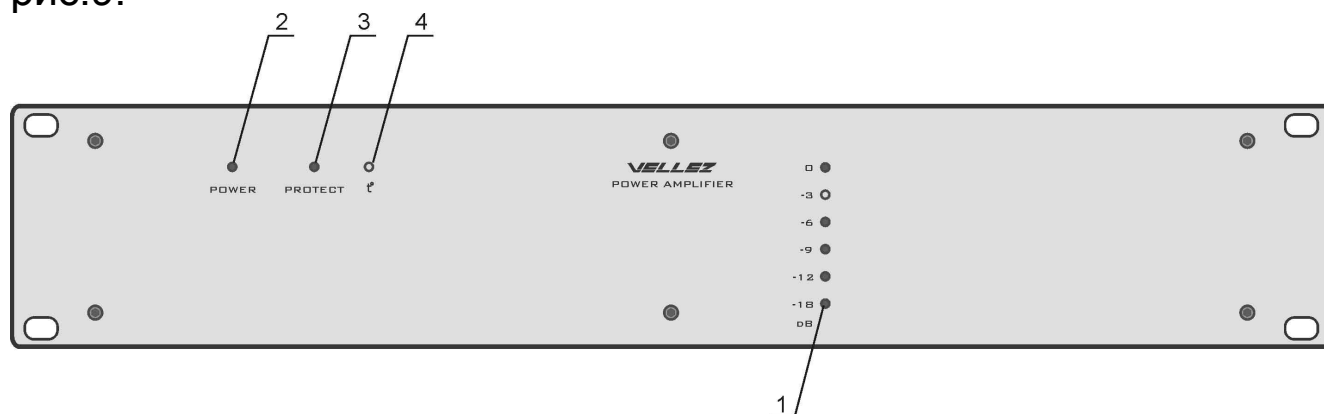

Рисунок 9
9.2.3. Розміщення індикації на передній панелі ПП вказано на рис.9.